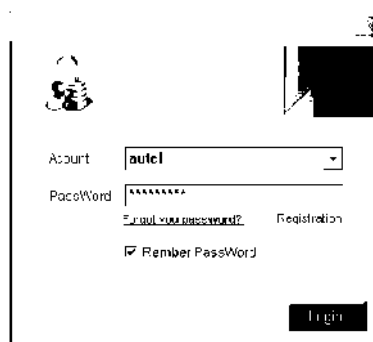

Рисунок 6-3
5. Запустите процедуру обновления в программном пакете **PC Suit**. Дождитесь появления окна входа в систему. См. рисунок 6-3.